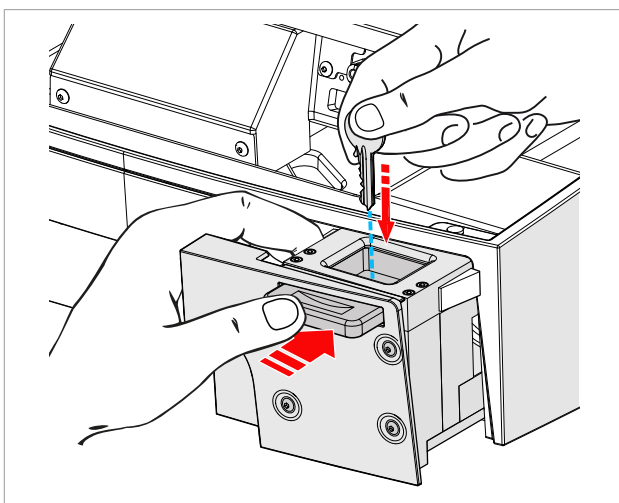

Bild 51
- 3) Mit der anderen Hand den auszulesenden Schlüssel einsetzen (Bild 51).